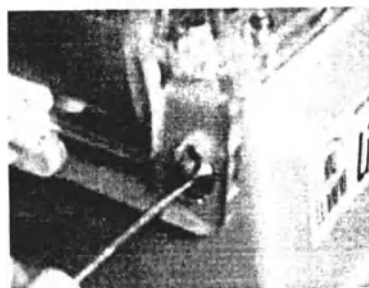

Рисунок 63
3.6.19 Отвернуть четыре винта, удерживающих капсулу (рисунок 63) и закрыть все люки.